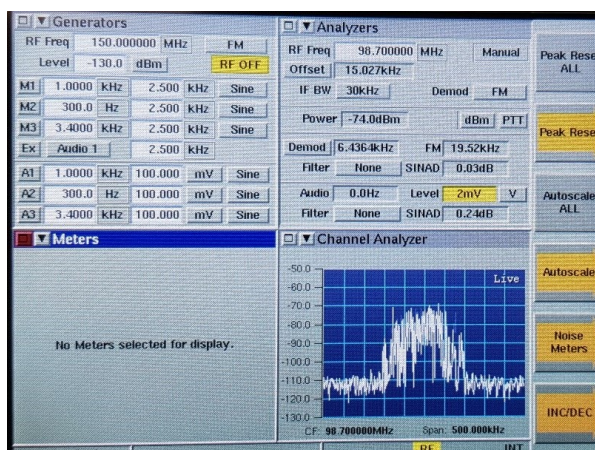

Figura 1: Pantalla inicial Monitor de Comunicaciones Aeroflex.
3. Identifique en el monitor de comunicaciones si al encenderlo puede visualizar la pantalla de la figura 1.